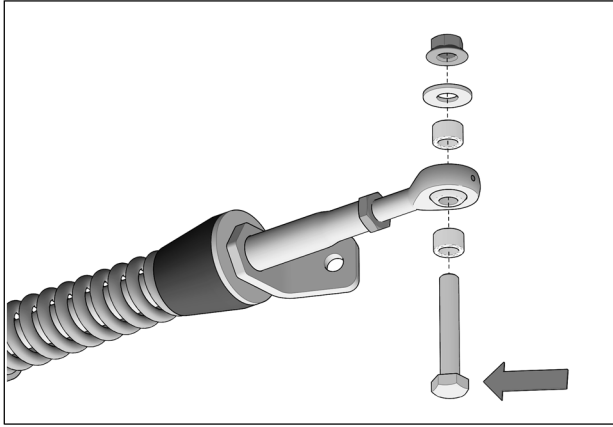

Fig. 13
3. Retirer les boulons, rondelles, espaceurs et écrous installés aux rotules des bras stabilisateurs des systèmes avant. Voir la Fig. 13